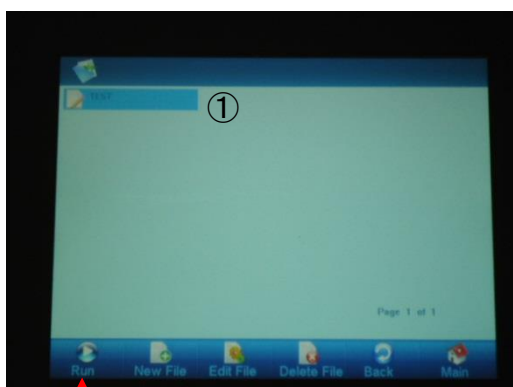

図3 ②
ますので、該当するプログラム(図3-
①)を選択し、Run (図3-②)をタッチし